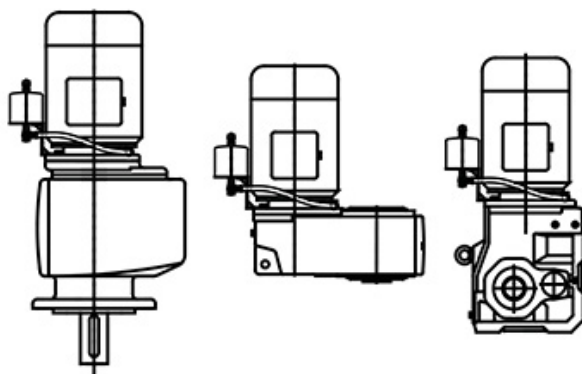

Figura 18: Posição do reservatório compensador de óleo
O tanque de expansão de óleo deve ser instalado verticalmente com a linha de conexão voltada para baixo e o respiro para cima. O reservatório deve ser montado o mais alto possível. Para sugestões para a posição do reservatório compensador de óleo, veja Figura 18. Observe que na versão M4 com caixa de ligação na posição 2 não é possível instalar o tanque de expansão de óleo.
2. Monte o reservatório compensador de óleo conforme Figura 18 Oriente-o paralelo ao eixo do motor.